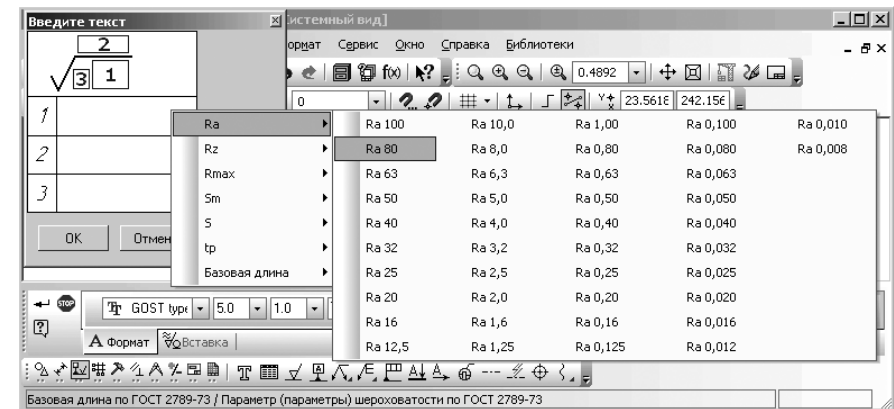

Рис. 4.84. Простановка значений шероховатости
- установите указатель мыши на нужном вам пункте всплывающего меню, например, на пункте **Ra**. Появится соответствующая справочная таблица со стандартными значениями шероховатости. Это состояние системы показано на рис. 4.84.